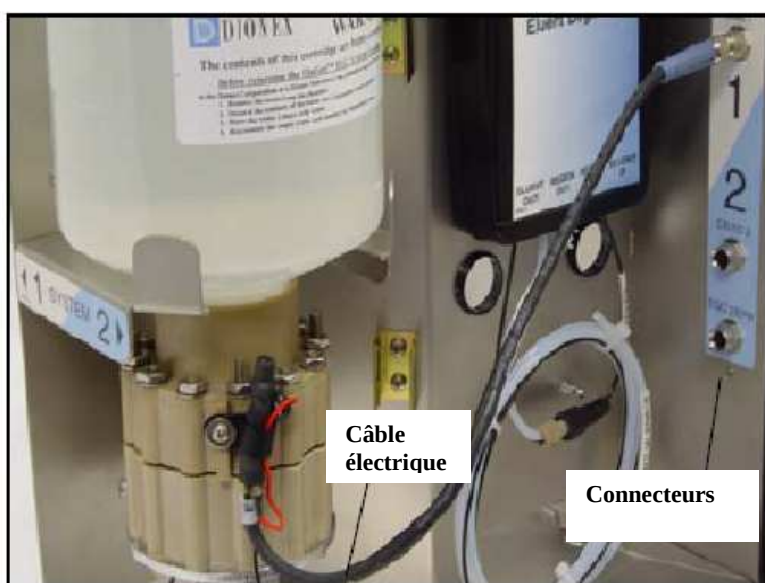

Figure 9.13. Connexion du câble électrique de la cartouche Elugen.
10. Pousser le connecteur électrique bleu de la cartouche dans le connecteur EGC 1 (ou EGC 2) (voir figure 9.13). Tourner à la main la bague sur le connecteur du câble pour le serrer.